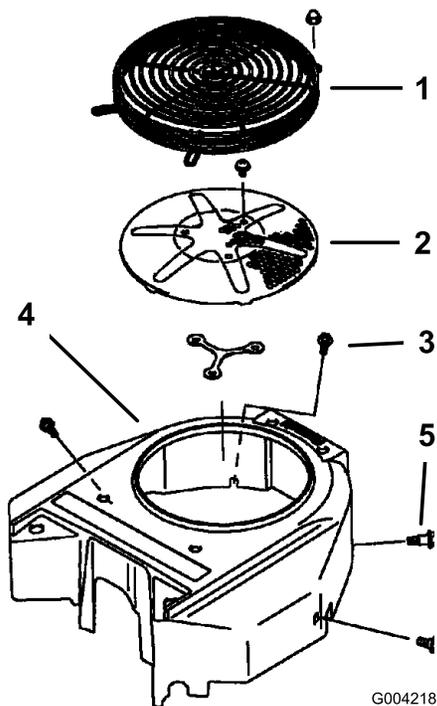

Figura 76
Prima dell'uso, eliminate erba, morchia ed altri detriti accumulatisi sulla griglia del motore. In questo modo garantirete un'adeguata ventilazione e una corretta velocità del motore e ridurrete la possibilità di surriscaldamento e danni meccanici al motore (Figura 76).
- Rimuovete la griglia della presa d'aria, l'avviatore autoavvolgente e la sede della ventola (Figura 76).
- Installate la griglia della presa d'aria, l'avviatore autoavvolgente e la sede della ventola (Figura 76).